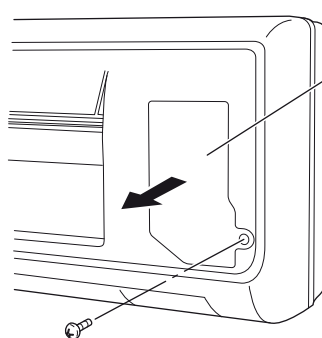

Fig. 24a
- (1) Prendere ambedue le estremità della griglia di aspirazione dell'aria e rimuoverla aprendola in avanti e tirandola verso di sé.
- (2) Rimuovere la vite dallo sportellino sul lato destro e aprirlo. (Fig. 24a o 24b)